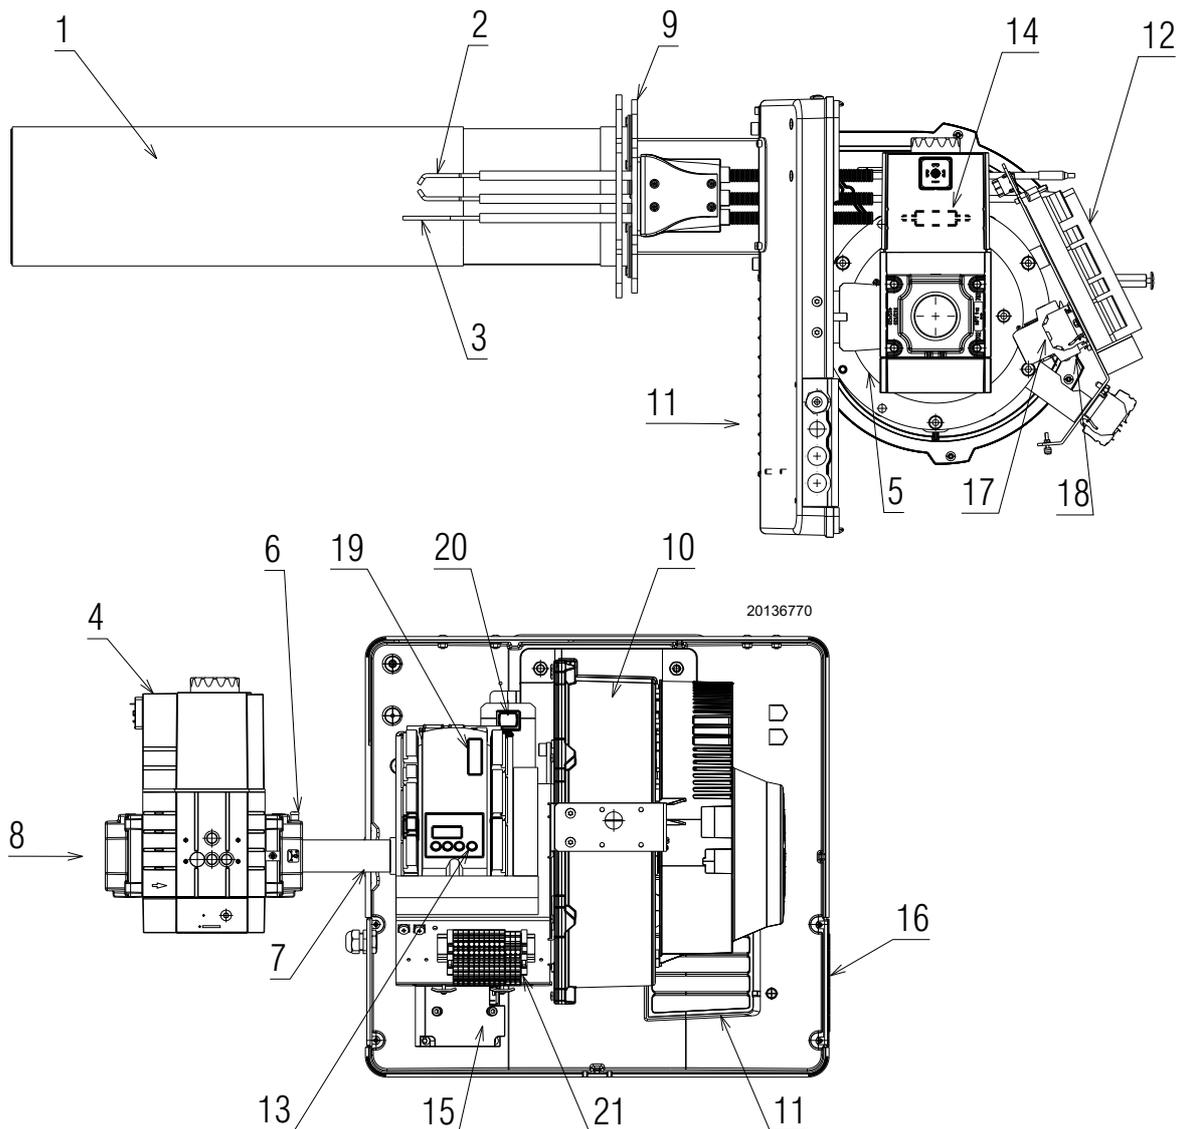

Fig. 3
- (1) Condizioni di riferimento: Temperatura ambiente 20°C - Temperatura gas 15°C - Pressione barometrica 1013 mbar - Altitudine 0 m s.l.m.
(2) Pressione gas di ingresso 8)(Fig. 3 a pag. 11) con pressione zero in camera di combustione ed alla potenza massima del bruciatore.
(3) Pressione sonora misurata nel laboratorio combustione del costruttore, con bruciatore funzionante su caldaia di prova, alle potenze massima, media e minima di modulazione. La Potenza sonora è misurata col metodo "Free Field", previsto dalla Norma EN 15036, e secondo una accuratezza di misura "Accuracy: Category 3", come descritto dalla Norma EN ISO 3746.
La segnalazione di blocco è indicata sul display dell'apparecchiatura con l'indicazione "LOC" ed il codice di errore. Per sbloccare, premere il pulsante 13)(Fig. 3).